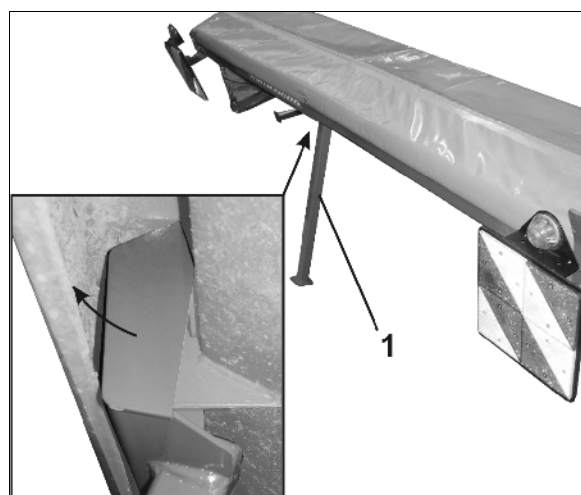

Fig. 14
6. **C-Drill** mit Hebemittel anheben und auf eine ebene Fläche soweit absenken, dass die Abstellstütze (Fig. 14/1) zu montieren ist.
Die Abstellstütze hinter die vordere Behälterwand positionieren und nach vorne ziehen (Fig. 14).